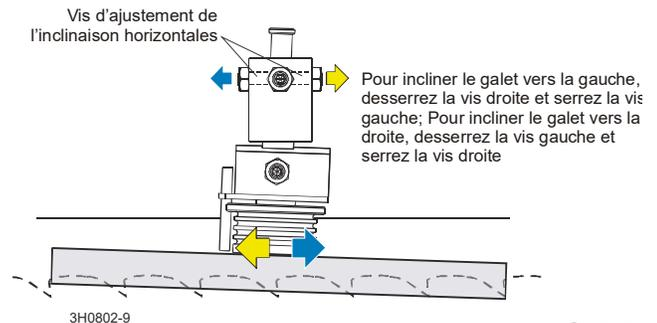

FIG. 7-7
2. Retirez le clip de l'outil d'alignement du guide-lame et placez l'outil contre la face du galet de guide-lame extérieur. **Voir Fig. 7-7.**
5. Desserrez les contre-écrous sur les vis d'ajustement de l'inclinaison horizontale. **Voir Fig. 7-7.**